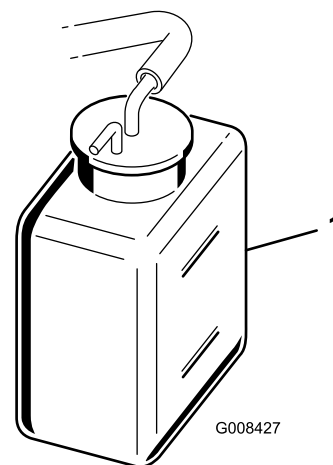

図 28
- 冷却液の量を点検する図 28。エンジンが冷えている状態で、補助タンク側面についている 2 本のマークの間にあれば適正である。